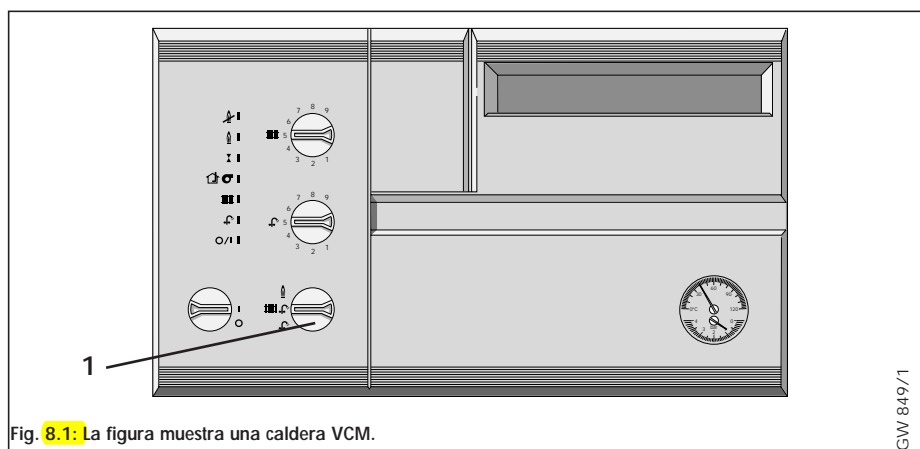

Fig. 8.1: La figura muestra una caldera VCM.
Este aparato lleva incorporados unos indicadores que visualizan el estado de servicio del aparato. Sobre la base de estos indicadores es posible realizar una comprobación funcional en régimen de agua caliente sanitaria* y calefacción (fig. 8.1).
- Sitúe el selector de modalidad (1, fig. 8.1) en la posición "Solo agua caliente" (☞).
- Sitúe el selector de modalidad (1, fig. 8.1) en la posición "Calefacción y agua caliente" (☞☞).
Compruebe la alimentación de gas, sitúe el selector (1, fig. 8.1) en posición de desbloqueo (☞) soltando a continuación y repita el proceso de encendido.